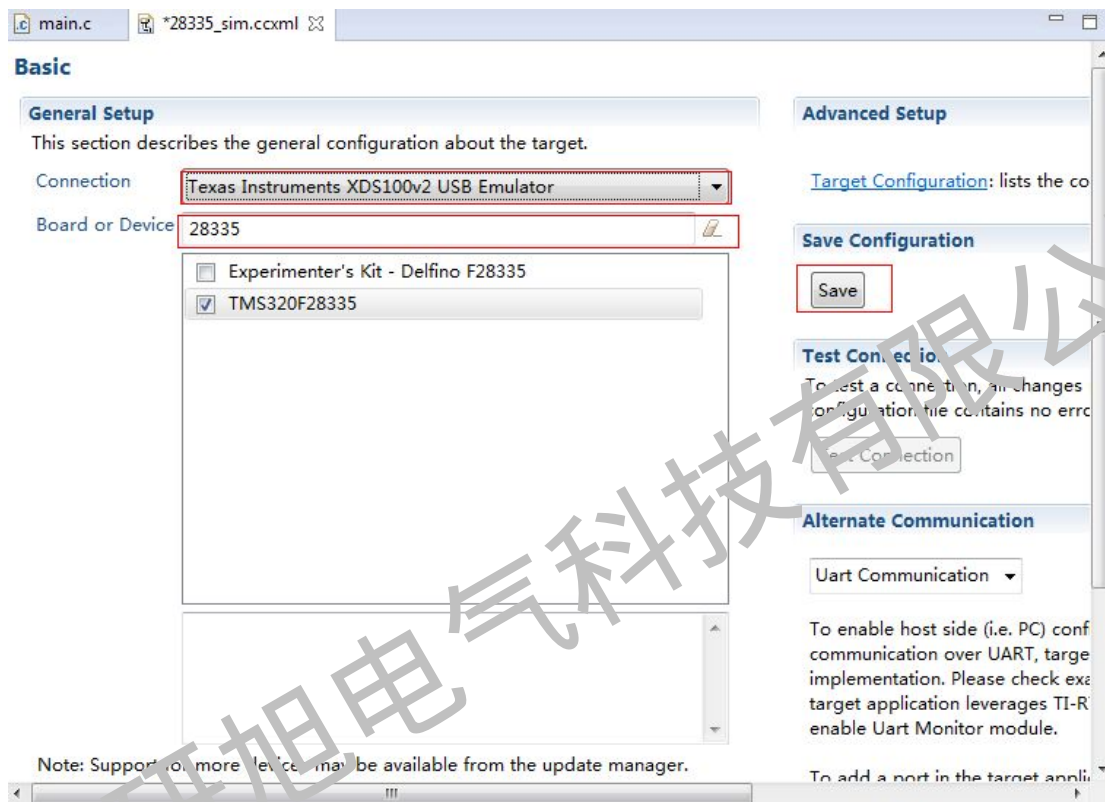

图 1-11-3
③ 单击“Finish（完成）”。此时将打开目标配置编辑器，如下图 1-11-3 所示：